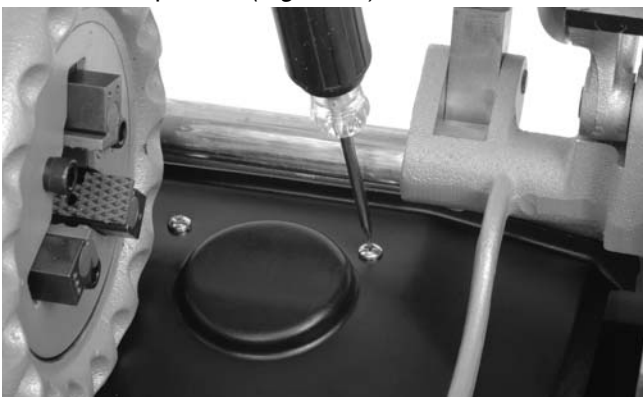

Figura 17 - Extraiga la cubierta plástica
1. Con un destornillador, afloje los tornillos y extraiga la cubierta plástica (Figura 17).